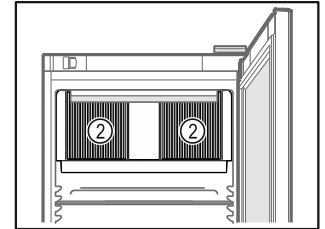

Fig. 39
- Lüftungsschlitze Fig. 39 (2) des Umluftgebläses im Innenraum freihalten.